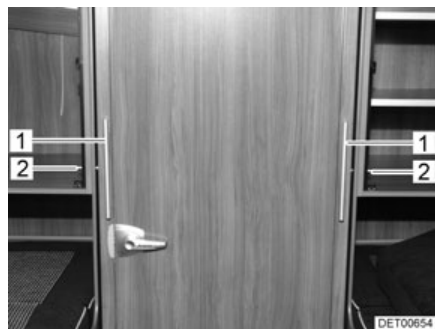
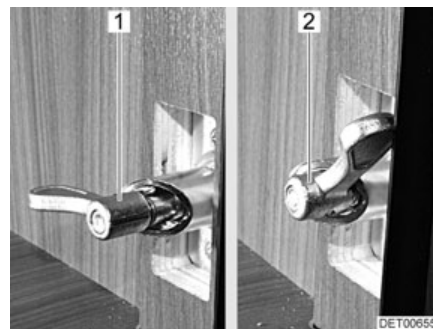

Fig. 243 Cabinet de toilette, poussé à l'intérieur
Fig. 244 Verrouillage cabinet de toilette
- Ouvrir les portes de la penderie des deux côtés du cabinet de toilette (Fig. 243).
- Faire faire un demi-tour aux verrous à ressort (Fig. 243,2) des deux côtés. La partie longue du levier de verrouillage doit se trouver à l'endroit le plus élevé de la douille en biseau (Fig. 244,1).
- Tirer à fond le cabinet de toilette sans le coincer par les poignées (Fig. 243,1).
- Refaire faire des deux côtés un demi-tour au verrou à ressort en sens inverse et le faire s'enclencher (Fig. 244,2).
- Pousser à fond le cabinet de toilette sans le coincer par les poignées (Fig. 243,1).
- Refaire faire des deux côtés un demi-tour au verrou à ressort en sens inverse et le faire s'enclencher (Fig. 244,2)